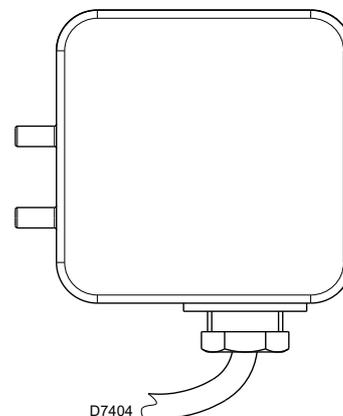

Fig. 24
- Régler le pressostat d'air (Fig. 24) en début d'échelle.
Effectuer le réglage du pressostat air (Fig. 24) après avoir effectué tous les autres réglages du brûleur avec le pressostat air réglé en début d'échelle. Avec le brûleur qui fonctionne à la puissance demandée, tourner la poignée lentement dans le sens des aiguilles d'une montre jusqu'à le blocage du brûleur.